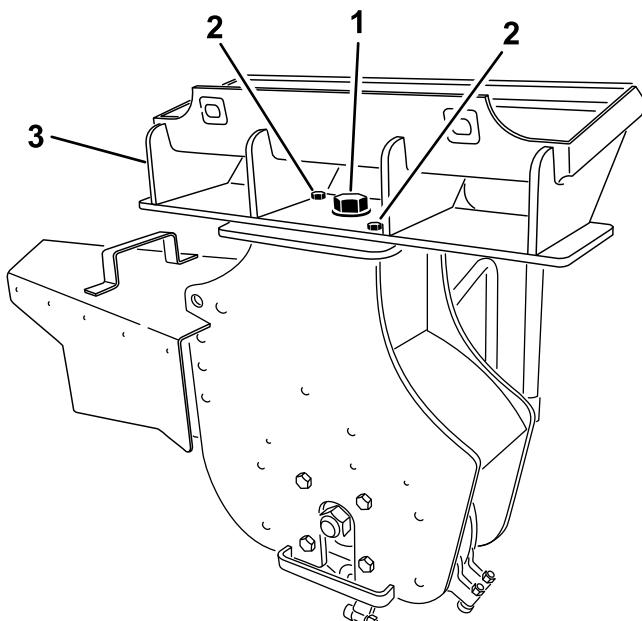

Figure 12
- Retirez le grand boulon (1" x 2¼"), la rondelle, l'écrou (1"), 2 petits boulons (½" x 1½") et 2 écrous (½") qui fixent le système de fixation rapide sur la rogneuse de souches (Figure 12). Déposez le système.
- Montez le nouveau système de fixation rapide sur la rogneuse de souches à l'aide des fixations que vous avez retirées, comme montré à la Figure 12.